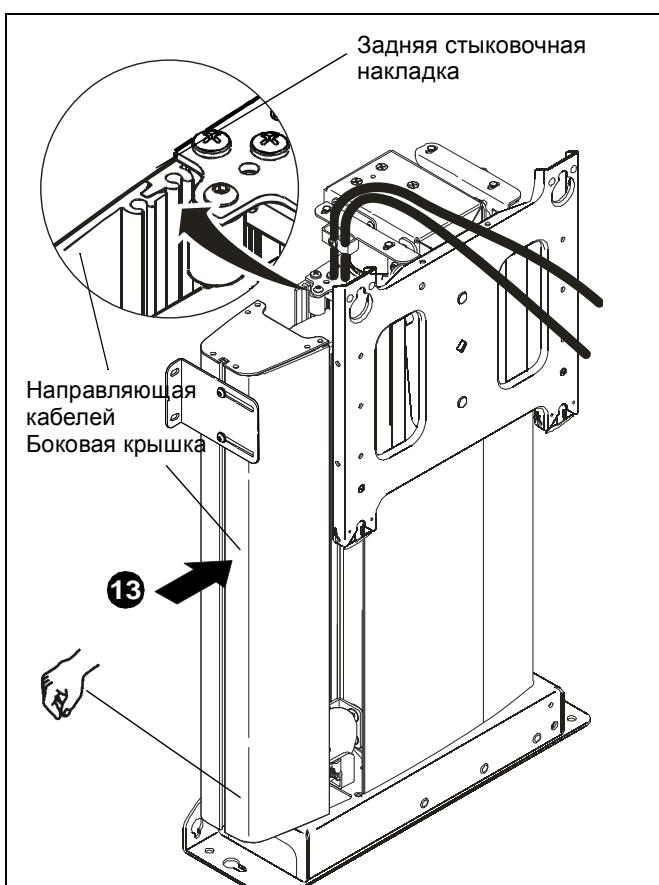

рис. 12
- Установите боковую крышку направляющей кабелей на направляющую, убедившись, что выступ на задней стыковочной накладке полностью попадает в выемку на боковой крышке направляющей кабелей. (см. рис. 12)